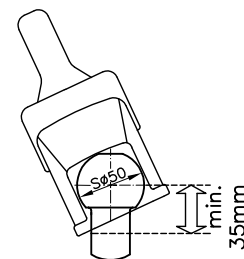

Bild 1 : Kulhals dragfordon
1.3 Kulkopplingen WS 3000/3500 kan endast användas tillsammans med dragkular som uppfyller kraven i DIN 74058/ISO 1103, om kulhalsen inom ett område på **minst 35 mm** är **fri från påbyggnadsdelar** (bild 1), istället för 32 mm som anges i DIN 74058 / ISO 1103